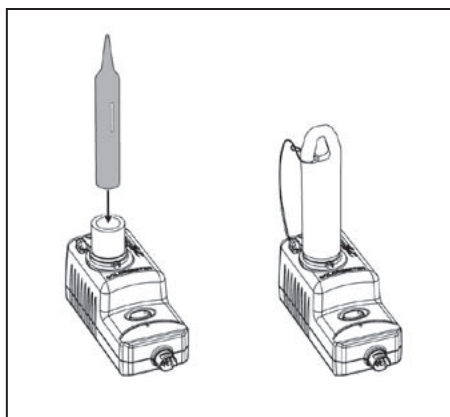

図2 アンプルの挿入
- 2) 図 2 のようにアンブルを水質比色センサに挿入し、アンブルの上からキャップをします。